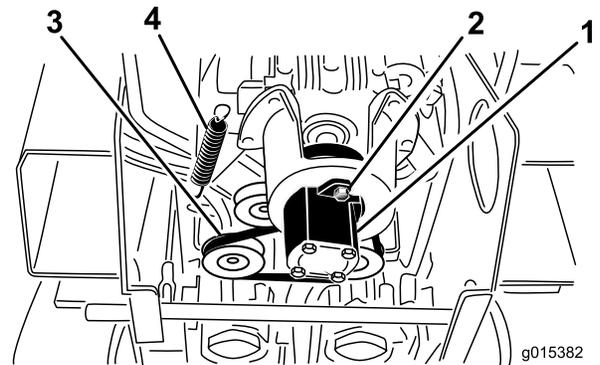

Figura 53
5. Allentate i due bulloni della pompa (Figura 53).
6. Ruotate la pompa in senso antiorario e lasciatela uscire dalla puleggia (Figura 53). Controllate che la stella dell'accoppiatore si abbassi con la pompa.
7. Servendovi di un tiramolle (contattate il vostro Centro Assistenza Autorizzato) o di un gancio metallico rigido, tirate l'estremità della molla della puleggia tendicinghia per allentare la tensione sulla cinghia (Figura 53).